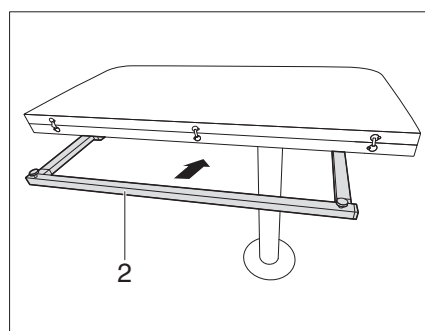

Fig. 122 Insertar la estructura inferior de la mesa plegable
- Insertar la estructura inferior de la mesa (Fig. 122,2).